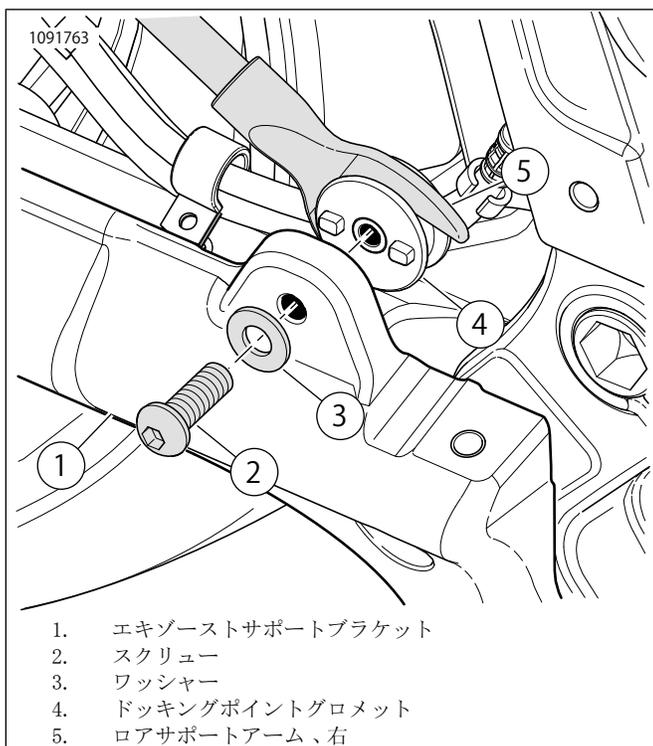

図3。ドッキングマウント(右側)
1. 「図3」を参照。右側ドッキングポイントグロメットを取り付けます。
- a. ドッキングポイントグロメット(4) ナブをエキゾーストサポートブラケット(1)の穴と合わせます。